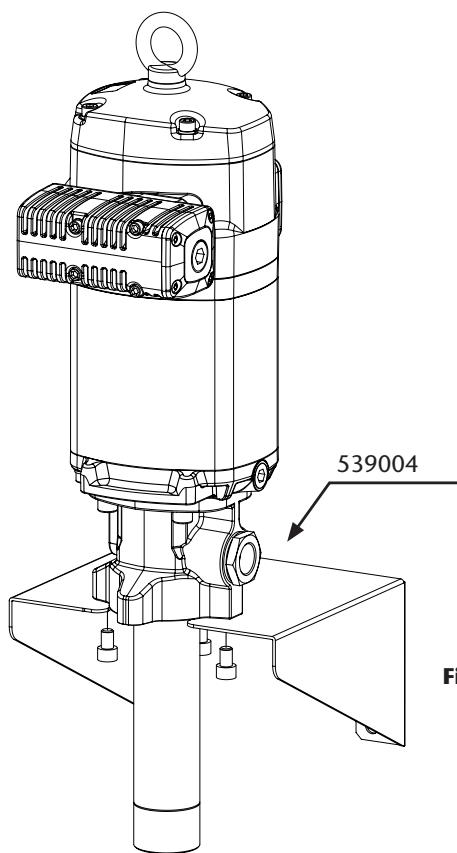

Fig. 2
- a. Wall mounting (using wall bracket 539004). Mount the wall bracket to the wall securely. Insert the pump through the wall bracket and attach it with screws (fig. 2).
- a. Montaje mural (usando soporte 539004). Fije el soporte mural a la pared firmemente. Inserte la bomba por el soporte y fíjela con los tornillos suministrados (fig. 2).